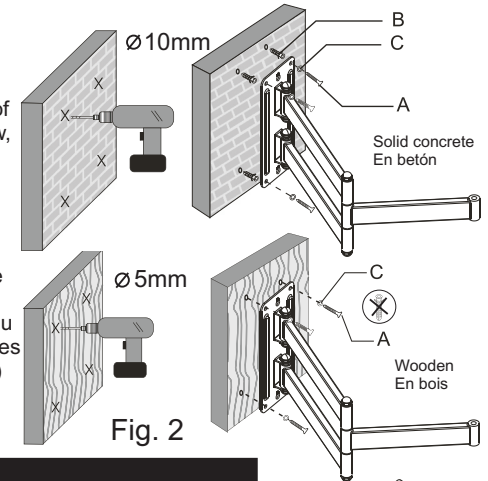

Fig. 2
GB - Use a 10mm stone drill or 5mm wooden drill to bore the holes to a depth of 60 mm. Insert one dowel (B) into each of the drilled holes in case of solid concrete. Use a hammer if necessary. Now, use the 4 wall screws (A) and washers (C) to attach the wall bracket. (Fig. 2)
FR - Utilisez un foret pour la pierre de 10mm ou un foret de 5mm pour bois afin de percer les trous d'une profondeur de 60mm. Insérez une cheville (B) dans chacun des trous forés dans le cas de murs en béton ou en briques. Utilisez un marteau si nécessaire. Utilisez à présent les 4 vis (A) et les rondelles (C) pour fixer le support mural. (Fig. 2)